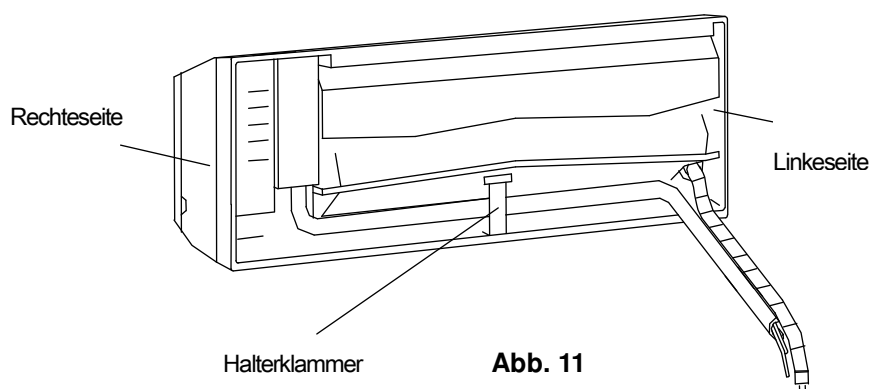

Abb. 11
- Befestigen Sie die Rohre mit den Halterklammern in dem Schlitz des Innengeräts. (Abb.11)
- Versichern Sie sich bitte, dass die obere Installation fest ist, ansonsten kann es zu einem Wasserschaden kommen (Abb. 11).